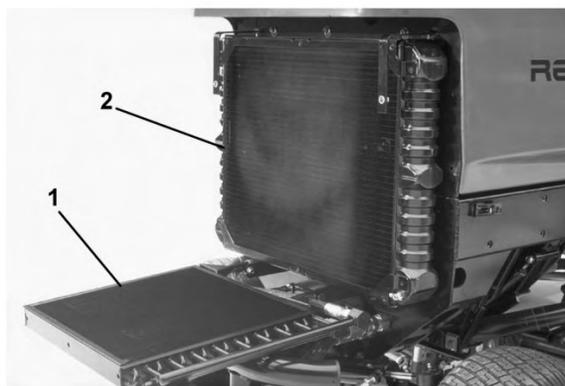

図 73
3. オイル・クーラのノブをゆるめてクーラを後ろに傾ける (図 73)。オイル・クーラとラジエターの裏表を圧縮空気ですべて丁寧に清掃する。水を使用しないこと。フードを明け、機体後部に向けてゴミを吹き飛ばす。清掃が終了したらオイル・クーラを元に戻しノブを締める。